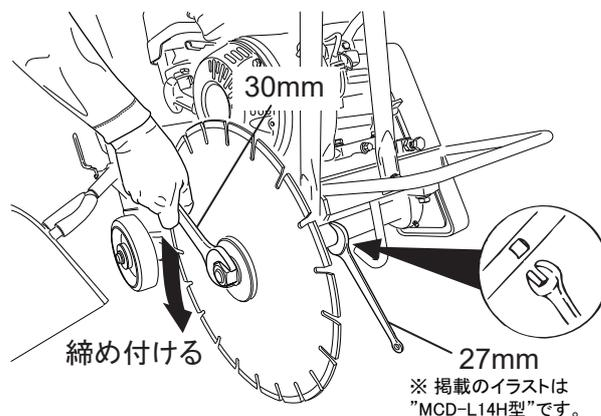

図 7
- ワッシャを付けてナット(左ネジ)で充分締め付けてください。締め付けはL12H型では27mm、L14H型では30mmの付属のスパナを用います。(図7)
- ナット側だけの締め込みではブレード軸が一緒について廻って締付不良になります。ブレード軸の機体下にスパナ用切り込みがあるので、L12H型では24mm、L14H型では27mmの付属のスパナで固定します。(図7)